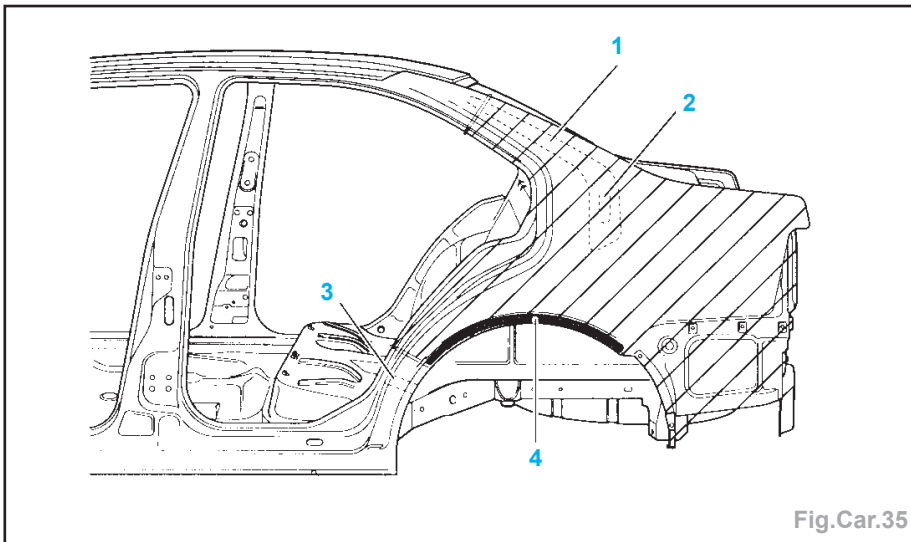

Fig.Car.35
- 1) Renfort situé directement derrière la ligne de coupe supérieure représentée sur la figure (Fig.Car.35),
- 2) Insonorisant assurant la liaison entre le renfort (1) et le panneau latéral,